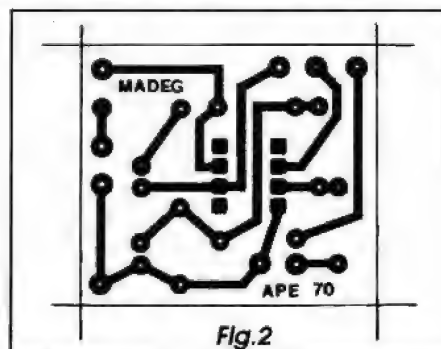

Fig. 2
- FIG. 2 - LAY OUT DO CIRCUITO IMPRESSO ESPECÍFICO - Ainda que pequena, a plaquinha não teve o seu *lay out* (padrão cobreado das ilhas e pistas...) excessivamente *aprimorado*, de modo a não